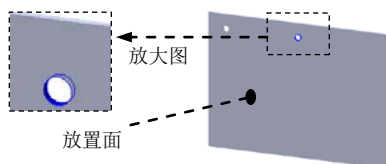

图 17.2.6 孔 2
Step4. 创建图 17.2.6 所示的零件特征——孔 2。
(1) 选择下拉菜单 **插入(I)** → **特征(F)** → **孔(H)** →  **简单直孔(S)...** 命令, 系统弹出“孔”对话框。
(2) 定义孔的放置面。选取图 17.2.6 所示的模型表面为孔的放置面。
(3) 定义孔的参数。
① 定义孔的深度。在“孔”对话框中的 **方向 1** 区域的下拉列表中选择 **完全贯穿** 选项。
② 定义孔的直径。在 **方向 1** 区域的  文本框中输入数值 10.0。
(4) 单击“孔”对话框中的  按钮, 完成孔 2 的创建。
(5) 编辑孔的定位。
① 进入定位草图。在设计树中右击  孔2，从系统弹出的快捷菜单中单击  按钮，进入草图环境。